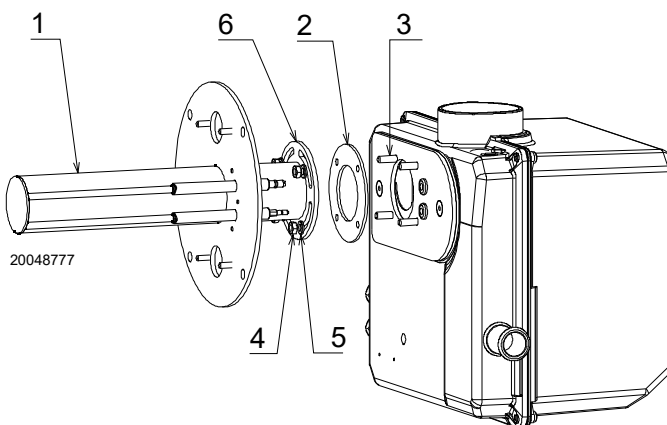

Fig. 6
- Desatornillar la tuerca 4)(Fig. 6) y la arandela 5) premontadas;